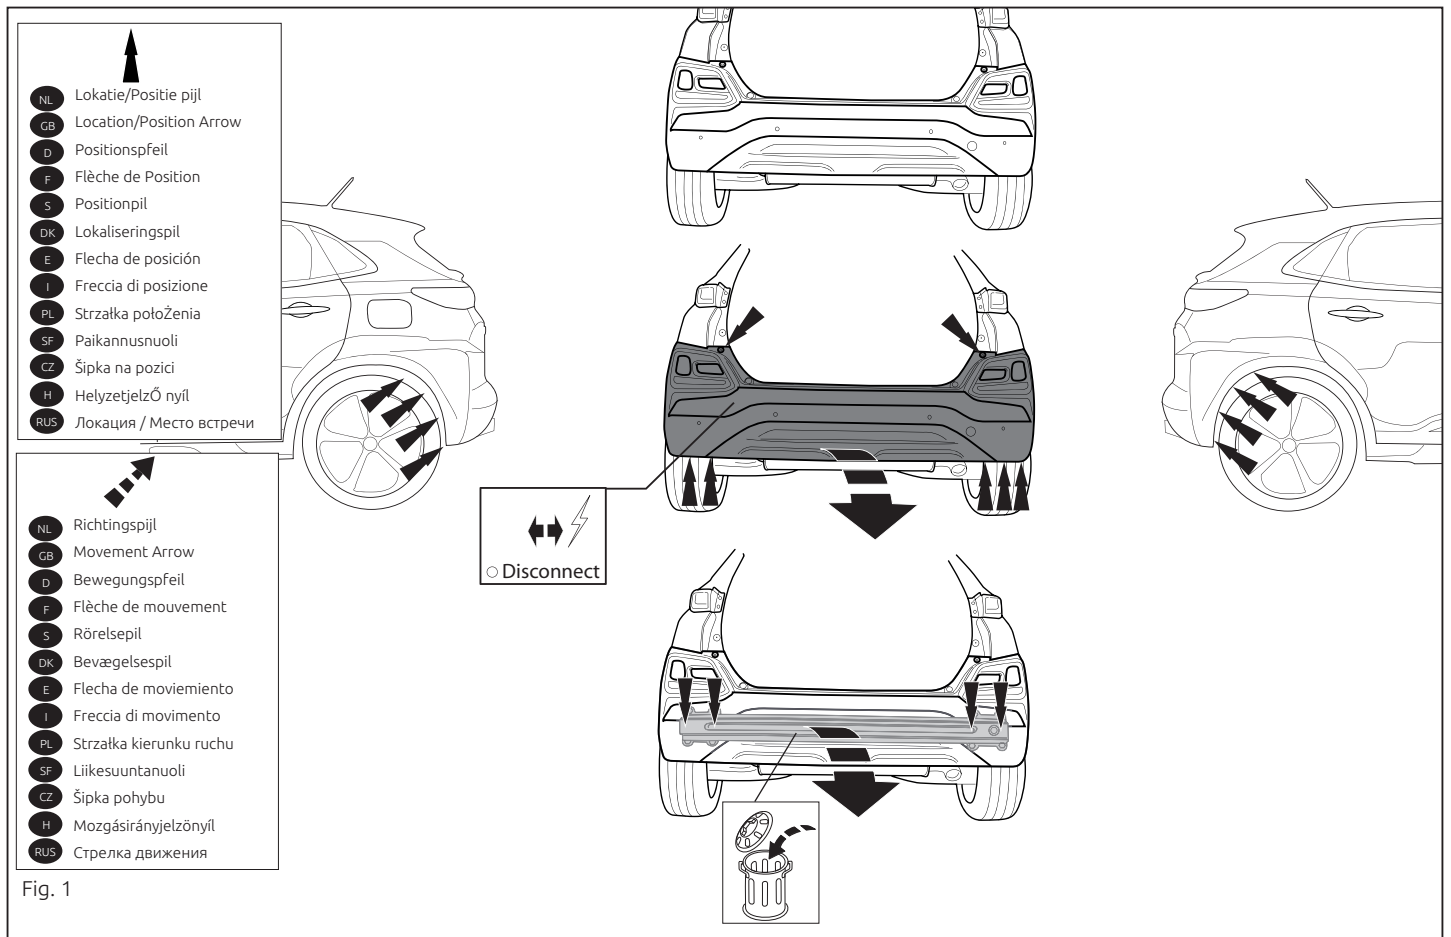

Fig. 1
- 1. Remove the bumper and the steel buffer beam from the vehicle. The buffer beam will no longer be needed. See figure 1.
1. Die Stoßstange einschließlich des stählernen Stoßbalkens vom Fahrzeug abmontieren. Der Stoßbalken wird nicht mehr benötigt. Siehe Abbildung 1.
1. Déposer le pare-chocs du véhicule y compris la traverse en acier ; la traverse ne sera plus utilisée. Voir la figure 1.
1. Demonter kofangeren, inklusive køretøjets stålstødbjælke. Stålstødbjælken skal ikke længere anvendes. Se fig. 1.